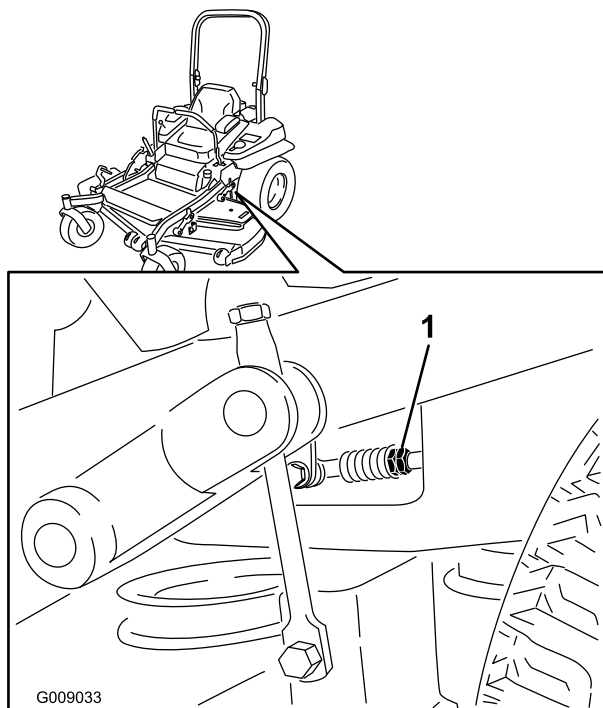

Figure 87
7. Placez les leviers de commande de déplacement en position point mort. Réglez la longueur des tiges de pompes en tournant les doubles écrous dans le sens voulu jusqu'à ce que les roues tournent légèrement en marche arrière (Figure 87). Placez les leviers de commande de déplacement en position de marche arrière et, tout en appuyant légèrement sur les leviers, laissez les ressorts de marche arrière ramener les leviers au point mort. Les roues doivent s'arrêter de tourner ou tourner légèrement en arrière.